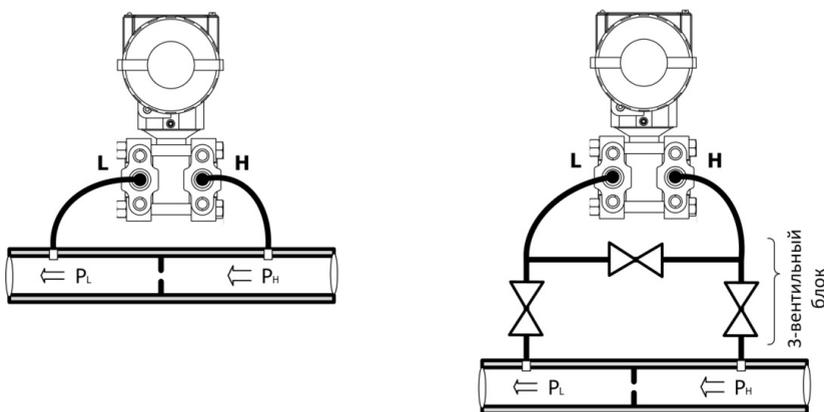

Рисунок 5.1 – Примеры монтажа для измерений давления жидких сред
5.1.10 Наиболее часто подключают прибор к измеряемой среде через 3-вентильный блок, позволяющий отсекал датчик от измеряемой среды и выравнять давление на входах при калибровке (рисунок 5.1).